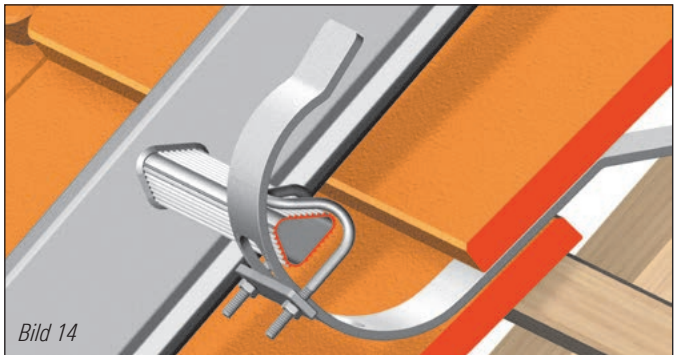

Bild 14
1. Die Dachleitern müssen an der zweiten Sprosse von oben in Sicherheitsdachhaken nach DIN EN 517 eingehängt werden. Diese Einhängung ist mit dem Befestigungsbügel zu sichern (Bild 14).